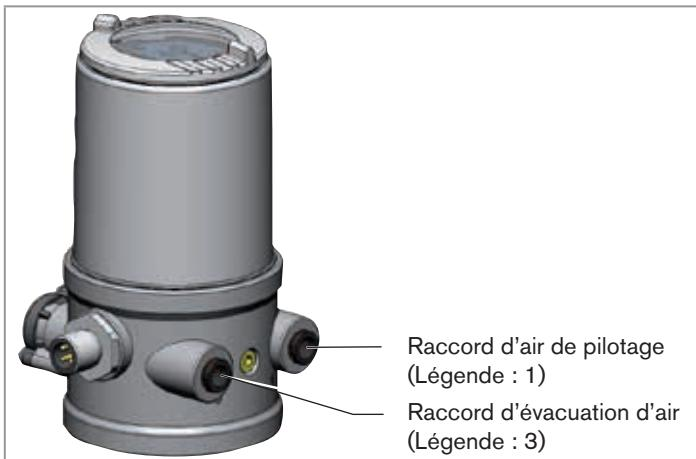

Fig. 10 : Raccordement pneumatique
→ Monter la conduite d'évacuation d'air ou un silencieux sur le raccord d'évacuation d'air (3) (voir « Fig. 10 »).